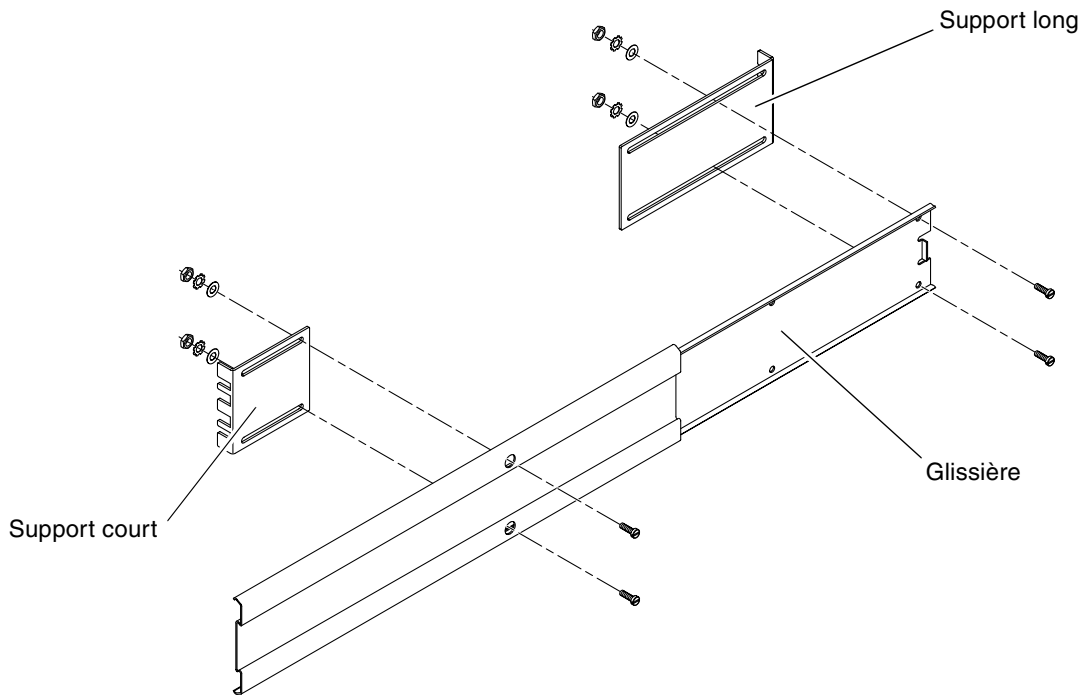

FIGURE 3-11 Fixation de la glissière aux supports
10. Fixez la glissière sur les supports longs et courts situés à l'avant et à l'arrière de l'armoire (FIGURE 3-11).